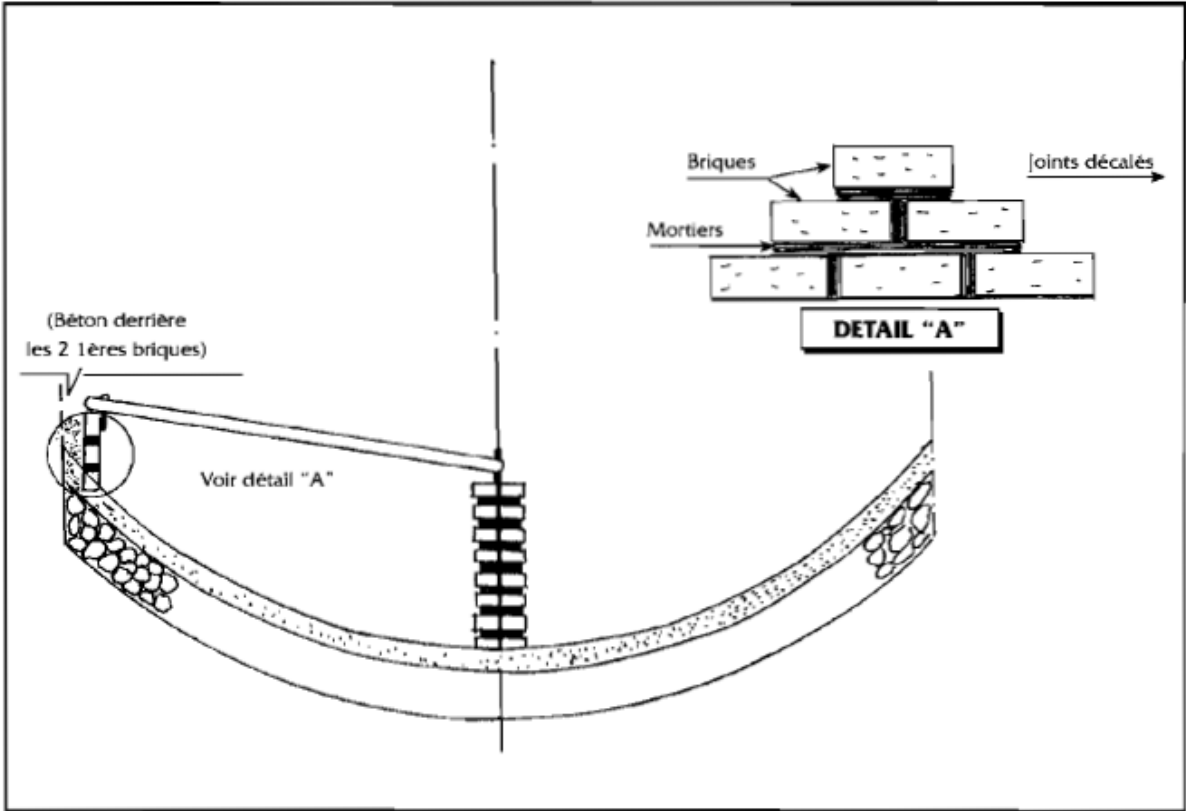

Figure 11 :
5.23/ Dans l'axe centre du digesteur- centre du bassin d'expansion, placer une buse en béton (diamètre : 300mm, longueur : 1,50m) à 30 cm au-dessus de la base de la 1 ère rangée de briques (ou à 2,98m de la ligne de référence). La buse doit être auparavant enduite de 2 couches de lait de ciment. Une tranchée de 50 cm de diamètre aura été préalablement creusée avec un angle de 53° pour que la buse soit distante (au point le plus proche) de 100 cm du centre du bassin d'expansion. De la terre fine ou du sable est posé autour de la buse. Du mortier est versé entre les briques et la buse. Du béton est posé entre le mur de briques et la paroi du trou pour y poser la buse. La buse est solidement arrimée au sol à l'aide d'une corde et d'une planche. FIG.11.